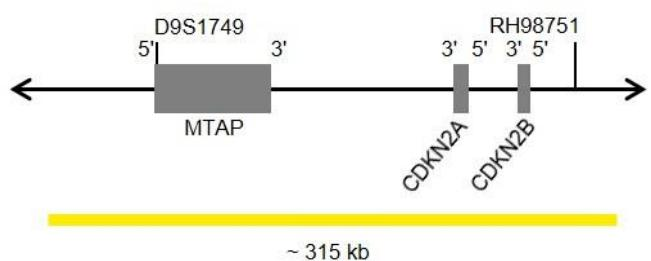

Fig. 1: SPEC CDKN2A Mapa da sonda (sem escala)
- Polinucleótidos (~5.5 ng/μl) com marcação ZyGold (excitação 532 nm/emissão 553 nm), dirigidos ao mapeamento de sequências alvo em 9p21.3* (chr9:21,742,629-22,056,853) contendo o gene CDKN2A (ver Fig. 1).